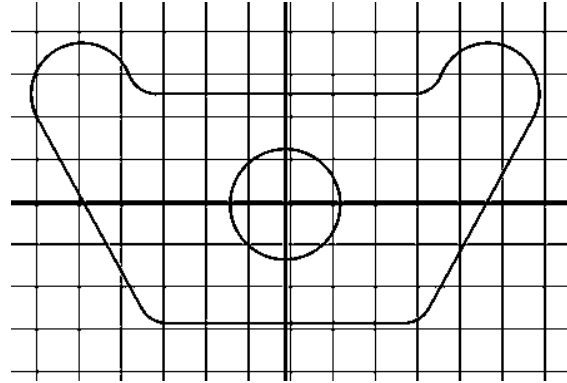

Рис. 32. Отражаем имеющуюся половину чертежа
4.6. С помощью команды *Отразить зеркально* отражаем уже имеющуюся половину чертежа, не удаляя старую (рис. 32).